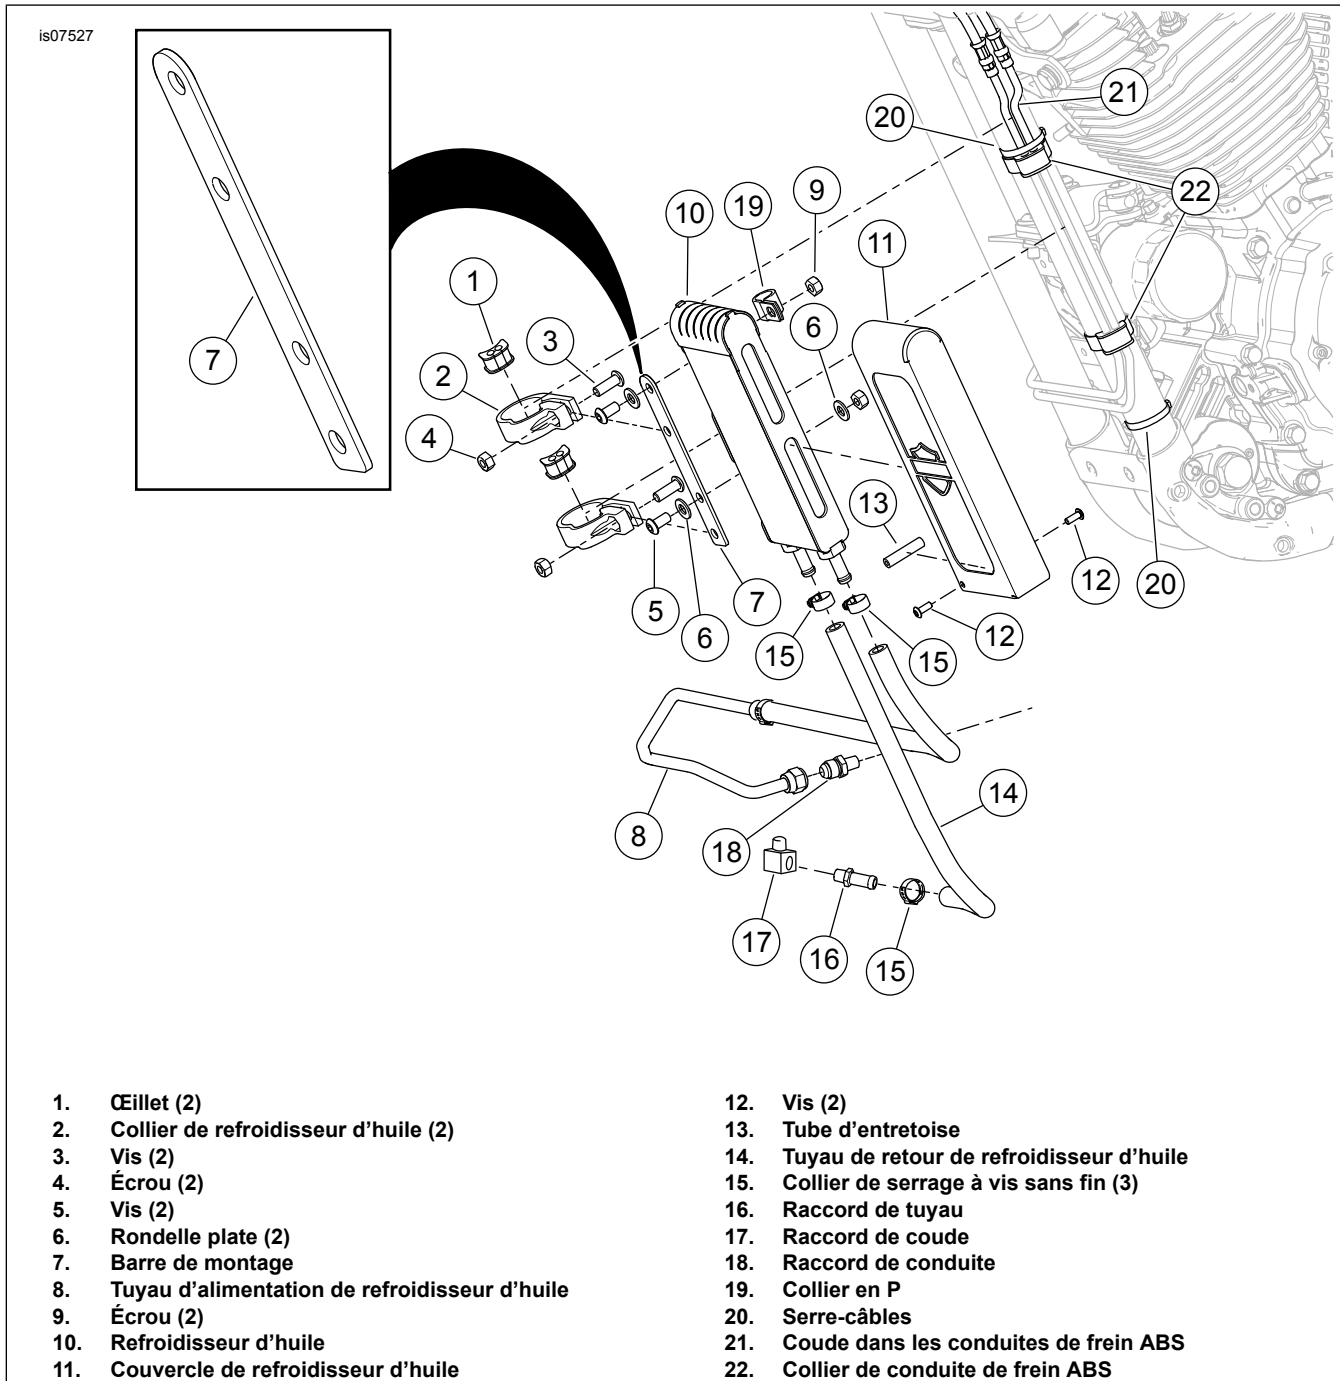

Figure 5. Installation du refroidisseur d'huile
6. Retirer de la pompe à huile le raccord de tuyau de pompe à huile (2) et le jeter.
7. **Modèles avec ABS :** Voir Figure 5. Retirer le collier de serrage de conduite de frein ABS supérieur (22) du tube descendant gauche.
8. Voir Figure 5. Installer les œillets de conduite de frein (1) sur les conduites de frein ABS le long du tube descendant.
9. Installer les colliers de refroidisseur d'huile (2) sur les œillets de conduite de frein. Ajuster les emplacements selon les besoins pour accommoder l'espacement des languettes de montage du refroidisseur d'huile et l'emplacement de montage souhaité du refroidisseur d'huile. Situer le collier supérieur sous le coude dans les conduites de frein ABS (21).
10. Voir Figure 5. Orienter la barre de montage (7) comme indiqué avec l'extrémité arrondie vers le haut et le premier et le troisième trou vers l'extérieur. Installer la barre de montage (7) sur les colliers de refroidisseur d'huile et l'attacher avec la vis (3) et l'écrou (4). Ne pas serrer les fixations. Répéter pour l'autre collier de refroidisseur d'huile.
21. Voir Figure 5. Installer le serre-câbles (20) autour du cadre et du faisceau de fils dans la zone indiquée. Resserrer le serre-câbles de manière à tirer tous les fils vers l'extérieur du rail de cadre.